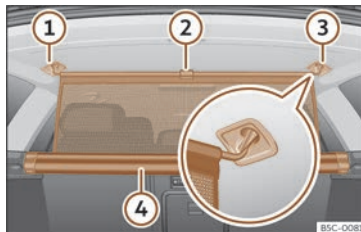

Fig. 134 No maleteiro: enganchar a rede de separación.
- Tire cara arriba da lingüeta»» fig. 134 (2) para sacar a rede da carcasa (4).
- Enganche a rede de separación no lado dereito ou esquerdo (3) (imaxe ampliada).
- Enganche a rede de separación no aloxamento do outro lado (1) estirando a barra.